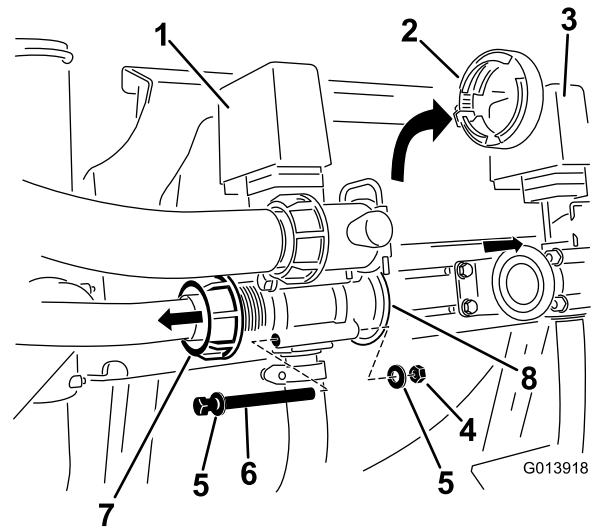

Figura 4
- Afloje la tuerca de mariposa que sujeta la manguera de agitación al cuerpo de la válvula de agitación. Afloje la tuerca de mariposa para poder retirar las fijaciones del cuerpo de la válvula (Figura 4).
- Retire el adaptador del cuerpo de la válvula (Figura 4).